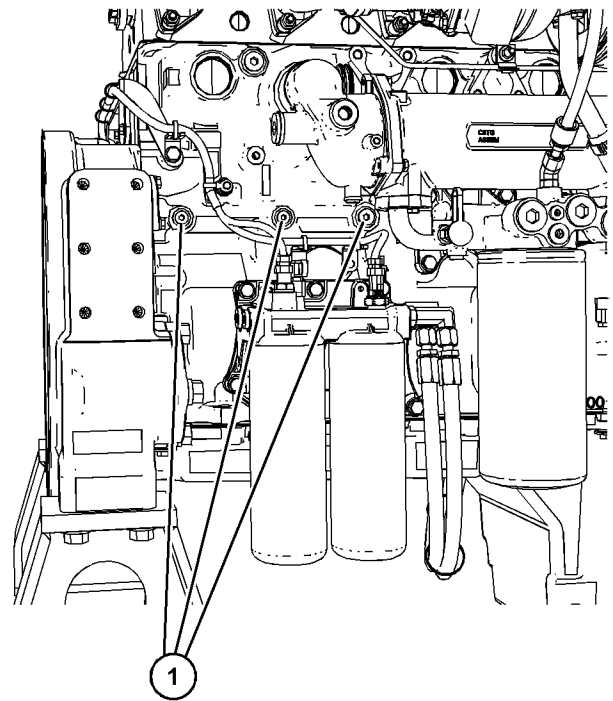

图 42
拆下图 42 中所示的其中一个螺塞，以连接发动机机油系统。所需的连接为 9/16" x 18 tpi。确保使用正确的机油技术规格，请参阅本操作和保养手册，油液建议，了解更多信息。润滑发动机内部表面后，拆下接头并安装塞 (1)。拧紧螺塞至扭矩 30 N·m (265 lb in)。Perkins 建议必须在至少 10° C (50° F) 的环境温度下执行该步骤。